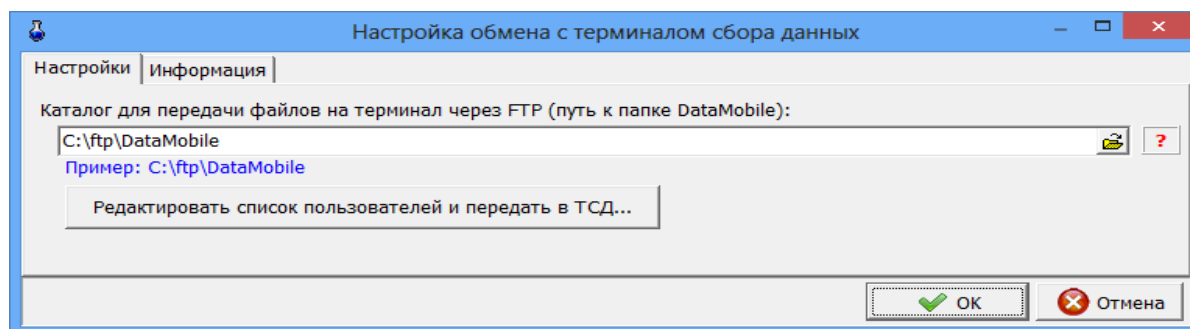
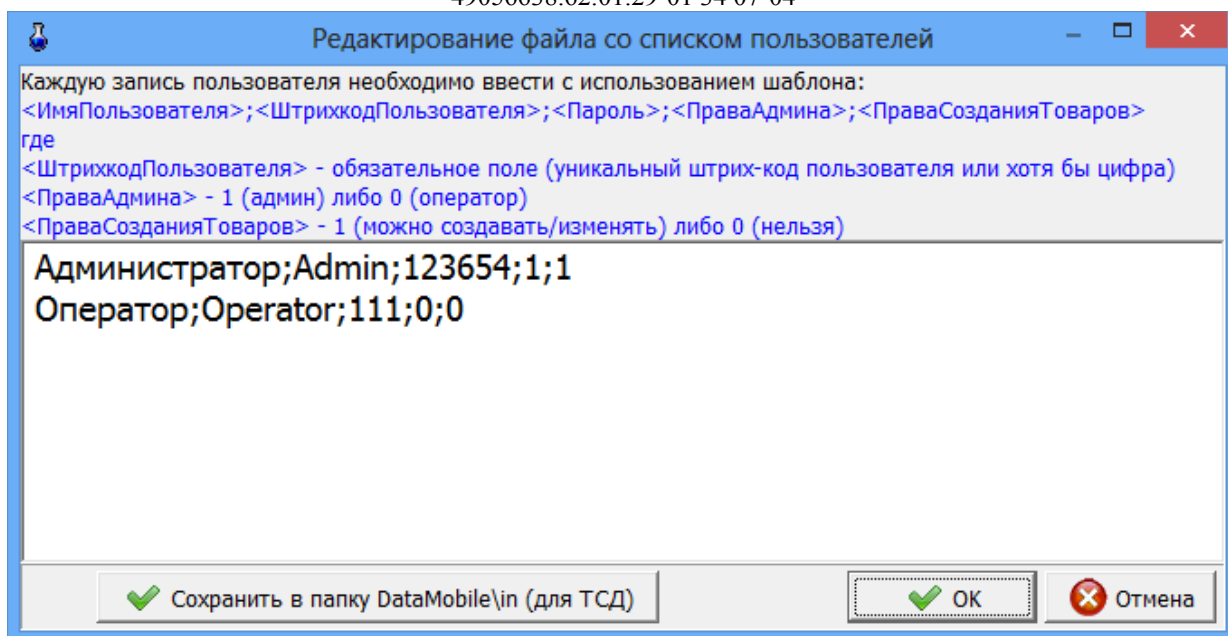

Рис. 3
Рис. 4
2.1.3. В программе "ПТК АЗС. Сервер" (меню МАГАЗИН\Настройка\Оборудование) нажмите "Настройка.", далее "Редактировать список пользователей и передать в ТСД..."(рис.3). Настройте список пользователей (рис.4), затем нажмите кнопку "Сохранить в папку DataMobile\in (для ТСД)".